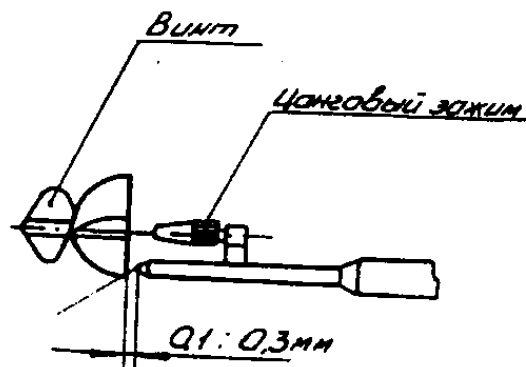

Рис. 6.1. Установка лопастного винта в держателе
- 6.3. Установить в держателе лопастной винт так, чтобы он не соприкасался с электродом и зазор между торцами винта и полюсом электрода (рис.6.1.) был в пределах 0,1 - 0,3 мм. Для проверки величины зазора использовать щуп или писчую бумагу. Установить положение перемычек, соответствующих номеру установленного лопастного винта согласно дополнению к паспорту (при поставке прибора с комплектом лопастных винтов перемычки установлены в требуемом положении).